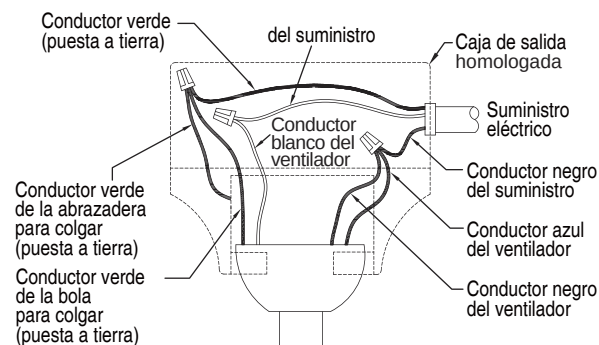

Figura 3
3. Luego de empalmar los cables y realizar la conexión, sepárelos y dóblelos hacia arriba con el conductor con conexión a tierra y el conductor con conexión a tierra del equipo debe ir en un lado de la caja de distribución eléctrica y el conductor sin conexión a tierra debe ir del otro lado. (Figura 3)